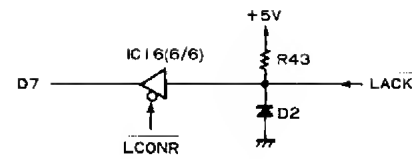
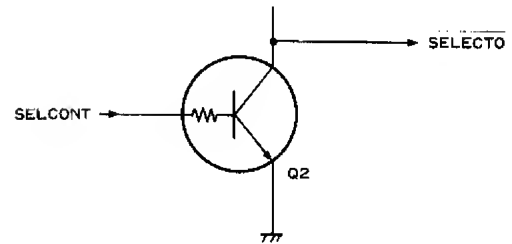

図11-18 アクノリッジ読み取り回路
図11-19 セレクト回路
①LD 7000系からのリモコンに対する、アクノリッジ信号(LACK)のL/HレベルはLCONレジスタビット7を介して、CPUが読み取れる。(図11-18)
②SELECTOはLD 7000系へのコントロール出力で
③したがってLREMOを有効にするためにはSELECTOをLとする。(図11-19)